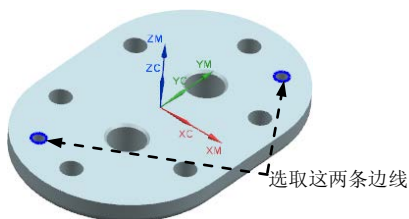

图 19.21 选择孔
Step1. 指定钻孔点。单击“钻”对话框 **指定孔** 右侧的  按钮，系统弹出“点到点几何体”对话框，单击 **选择** 按钮，系统弹出“点位选择”对话框；在图形区选取图 19.21 所示的孔边线，分别单击“点位选择”对话框和“点到点几何体”对话框中的 **确定** 按钮，返回“钻”对话框。